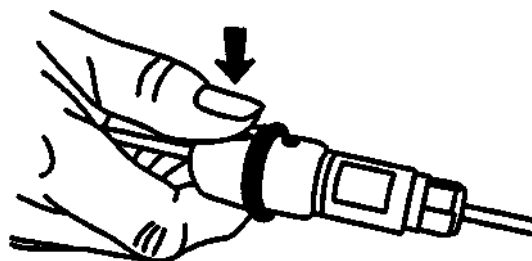

Рис.87.21. Способ ослабления защелки штепселя датчика
- Во время надевания эластичной крышки на разъем кабеля должен зазвучать четко слышимый звук защелкивания защелки. Для отсоединения штепселя от кабеля необходимо ослабить защелку с помощью сильного нажатия на крышку способом, изображенным на рис.87.21.